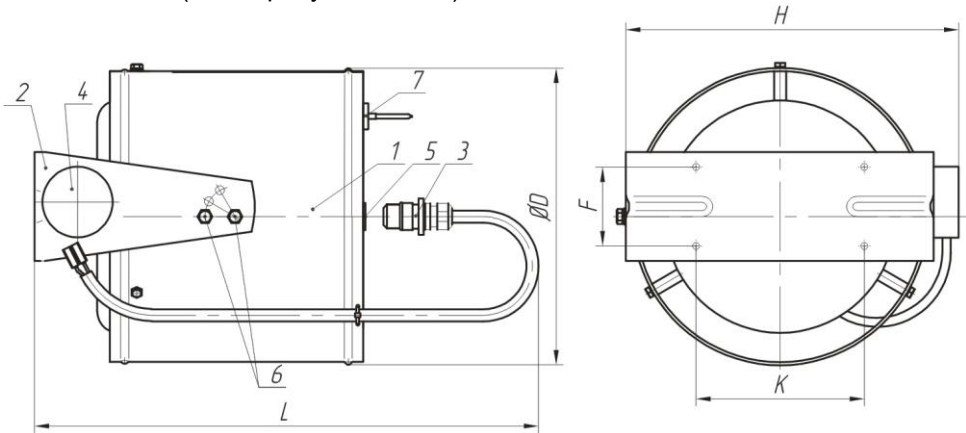

Рис.1. Генераторы огнетушащего аэрозоля «ТОР 1500», «ТОР 3000»
3.1. В комплект поставки (рис.1) входит:
4.1. Устройство генератора (рис.1).
6.2. Монтаж генератора производится с помощью кронштейна крепления поз.2 (рис. 1) на жесткой вертикальной конструкции (стены, колонны и др.). Генераторы при установке должны быть так ориентированы, чтобы при их работе струи огнетушащего аэрозоля не оказывали теплового воздействия на пути эвакуации, судовое оборудование, кабельные трассы, аварийное освещение, предупредительную сигнализацию топливные и масляные цистерны и трубопроводы. Генераторы должны быть удалены от путей эвакуации и других районов, где может присутствовать персонал, по крайней мере, на минимальные безопасные расстояния, определенные в соответствии с циркуляром ИМО MSC.1/Circ.1270 для воздействия температур до 75 °С, но они не должны превышать, по возможности, 2,5 м, а так же от горючих материалов по крайней мере, на минимальные безопасные расстояния для воздействия температур до 200°С. Для монтажа на металлических конструкциях кронштейн крепления закрепляется при помощи 4-х винтов М6х30, которые привариваются к металлической конструкции, 4-х шайб пружинных 6 и 4-х гаек М 6 (Метизы в комплект не входят). Учитывая, что генератор обеспечивает объемное тушение, то максимально быстро создать концентрацию аэрозоля в зоне возможного возникновения пожара можно направлением оси генератора на неё с помощью 4-х регулировочных винтов М8 поз. 6 (рис. 1).
7.3. Снять заглушку поз. 5 (рис. 1) и вернуть воспламенительный узел поз.3 (рис.1), концы электрокабеля завести в коробку соединительную поз. 4 (рис. 1).
7.8. Соединить концы электрокабеля с соответствующими клеммами коробки соединительной поз. 4 (рис. 1), соблюдая полярность.